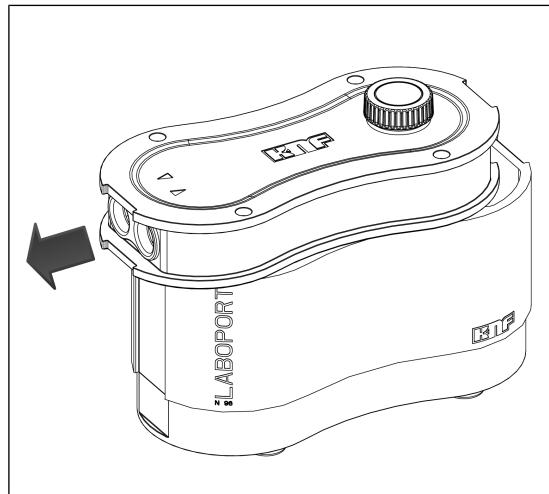

Fig. 9: Spingere il coperchio della carcassa sui raccordi gas (aprire la pompa)
2. Spingere il coperchio della carcassa (2) sui raccordi gas (vedere Fig. 9).